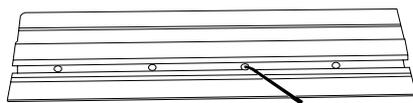
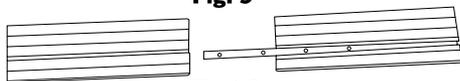

Fig. 9
Fig. 10
2. À l'aide de la clé hexagonale fournie pour desserrer les 4 vis de la barre d'assemblage, faites glisser les cavités sur la barre d'assemblage qui dépasse de la section du rail (Fig. 9, Fig. 10).